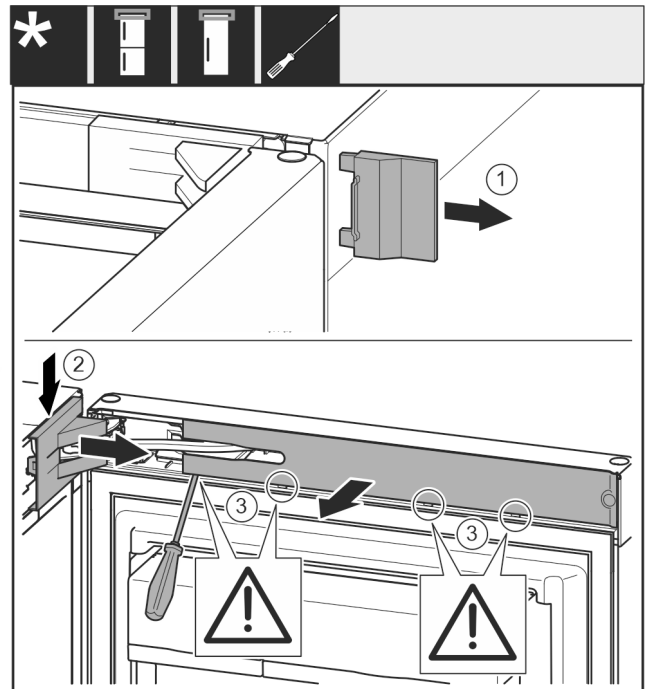

Fig. 9
- Sejměte kryt Fig. 9 (1).
- Odjistěte a uvolněte kryt stojanu ložiska Fig. 9 (2).
- Sejměte kryt stojanu ložiska Fig. 9 (2).
- Plochým šroubovákem vyjměte záslepku Fig. 9 (3) a otočte ji ke straně.